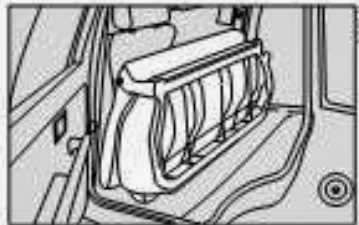

fig. 63
5) Em seguida, rebater o banco traseiro inteiro para a frente de maneira a obter uma única superfície de carga fig. 63.
ADVERTÊNCIA: O encosto do banco traseiro pode ser colocado em duas posições, de acordo com a necessidade de mais ou menos espaço no porta-malas. Para alterar a posição do encosto, empurre a alavanca A-fig.63 no sentido indicado pela seta.